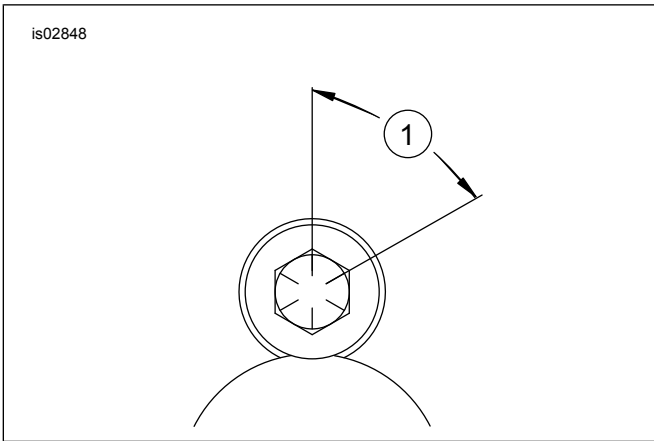

Figura 2. Secuencia de apretado adicional
- Vea la Figura 2. Después de que todos los tornillos se hayan apretado a 31,2 N·m (23 lb-pie), marque una línea recta con un lápiz de cera en todas las cabezas de los tornillos de la rueda dentada continuando la línea sobre la rueda dentada.